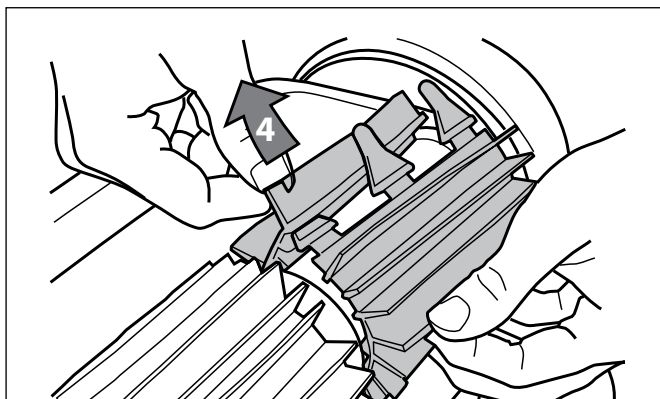

Figura 33. Tire de las trabillas a través de cada ranura
4. Enganche cada trabilla en la ranura provista e insértela suavemente hasta que la base salga del otro lado de la ranura (Figura 33).